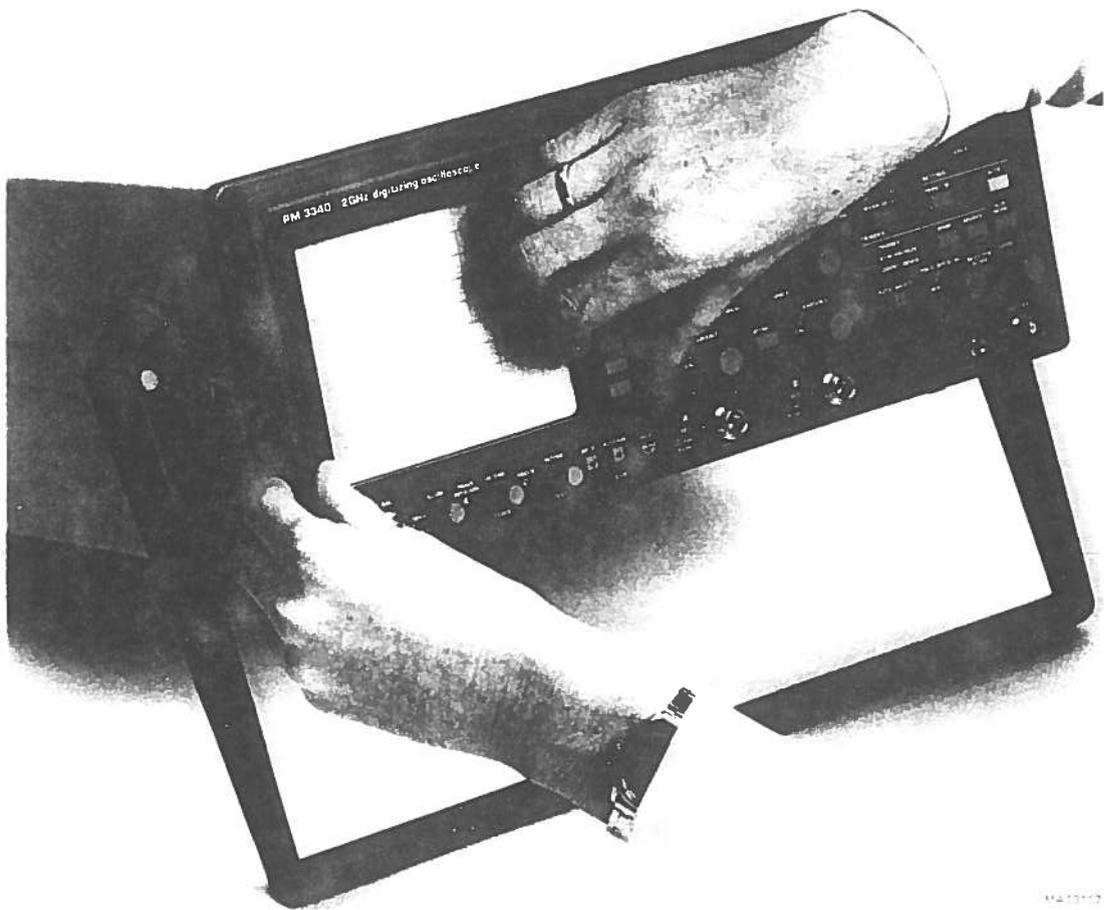

Figure 5.1 Dépose de l'encadrement et du filtre de contraste.
- Pousser doucement l'encadrement vers la droite et le retirer de l'appareil comme le montre la figure 5.1.